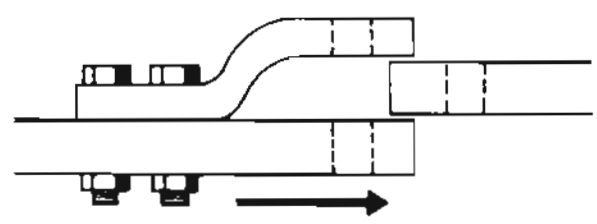

Fig. 2
- a Dé reversa con el tractor lentamente hasta que coincidan los orificios de la barra de tiro del tractor con los de la barra de acople del apero (fig. 2).